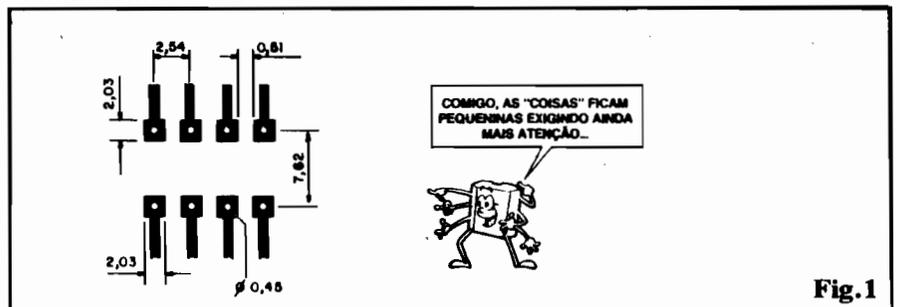

Fig.1
Infelizmente, Eduardo (embora incentivemos ao máximo o intercâmbio entre os Leitores/"Alunos") não é norma do ABC publicar o endereço completo dos Leitores, a menos que tenham manifestado essa intenção, direta ou indiretamente, na sua correspondência... Como o Zé Ribeiro não fez tal menção, preferimos publicar então o **seu** endereço para que ele - também na qualidade de Leitor/"Aluno" assíduo, entre em contato consigo... Entretanto, abrindo uma exceção, e para "sobrepassar" a inevitável demora (existe - como todos sabem - um **delay** natural, de no mínimo 90 dias, na publicação de cartas, por razões de cronograma editorial, etc.), Você encontra, na fig. A, a nossa sugestão provisória para um circuito super-simples e efetivo, capaz de acionar intermitentemente um relé (em frequência aproximada de 3 Hz...), cujos contatos NF-C-NA poderão ser facilmente acoplados aos arranjos de LEDs sugeridos na fig. 1 - pág. 21 (Seção de CARTAS) - APE nº 10. Alimentado por 12 VCC (não mais do que 100mA poderão confortavelmente energizar o circuito), e usando-se um relé (ob-
- FIG. 1 - COMO AS “COISAS” SÃO PEQUENAS, QUANDO SE TRATA DE MONTAGENS COM INTEGRADOS...